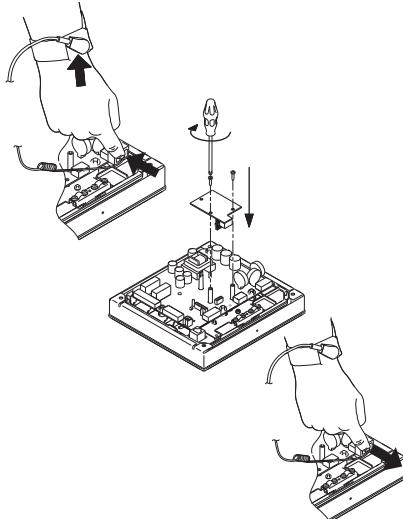

图 13 CIM 模块的安装
在安装CIM模块时须避免静电释放(ESD)，可佩戴如图13所示的防静电手环。
3. 安装 CIM 模块。见图 13。